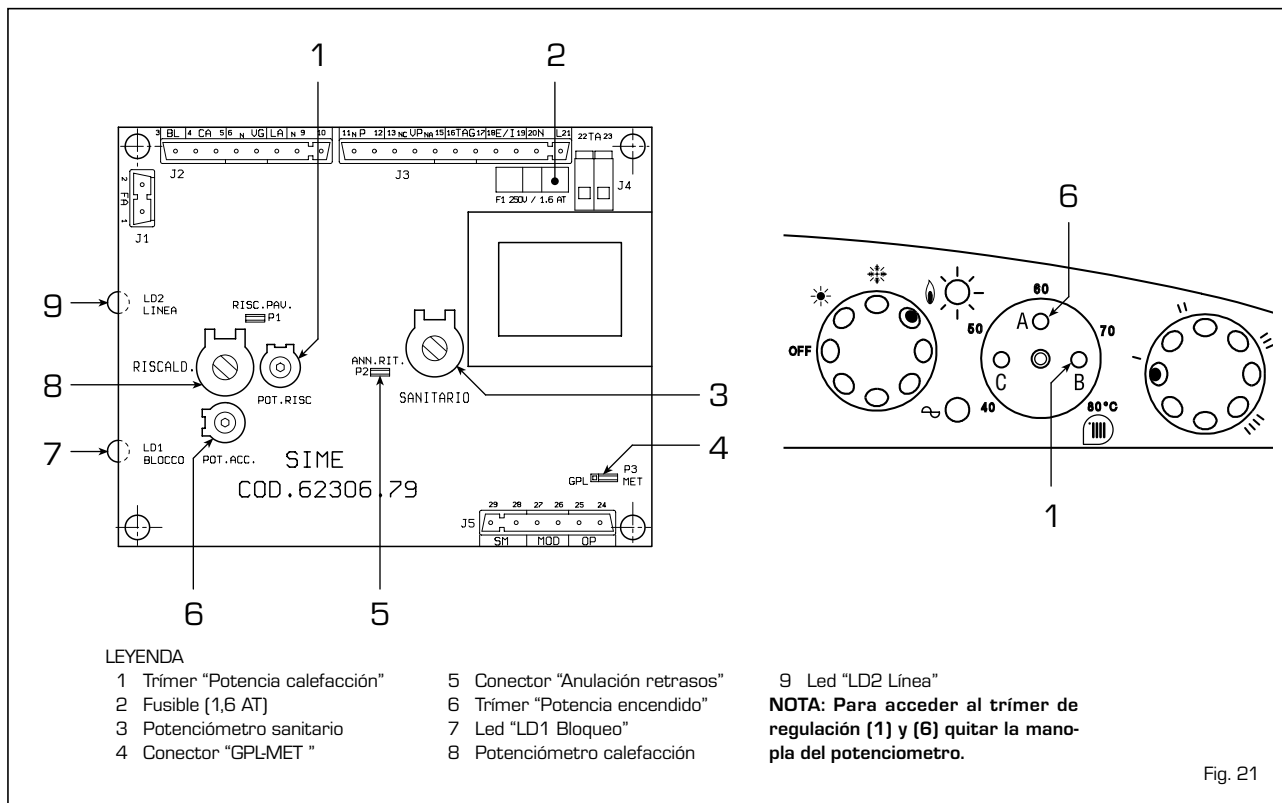

Fig. 21
El campo de regulación se encuentra entre 40 y 80°C. La potencia de calefacción puede variarse en función de las necesidades de la instalación regulando el trimer [1 fig. 21]. Al comenzar cada ciclo de trabajo, después del tiempo de encendido lento de aproximadamente 5 segundos, la caldera trabaja a la potencia de calefacción programada.
La ficha electrónica está provista de leds de control que señalan un funcionamiento irregular y/o no correcto de la caldera. Los leds se encuentran en la ficha y llevan las definiciones siguientes (fig. 21):
- Trimer "POT. RISC." [1 fig. 21]
- **Trímer "POT. ACC."** (6 fig. 21)
- **Conector "GPL-MET"** (4 fig. 21)
- **Conector "ANN. RIT."** (5 fig. 21)